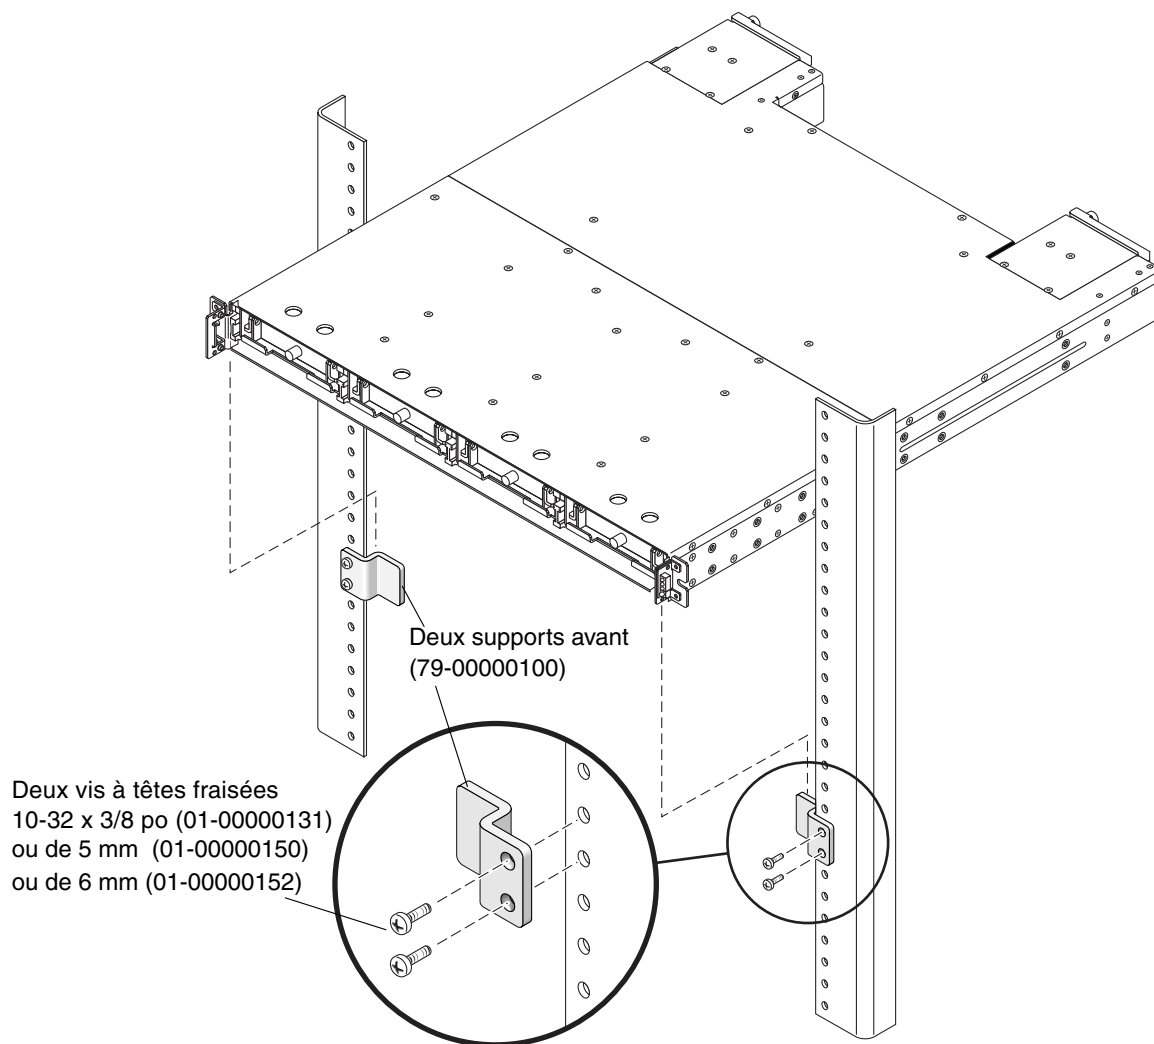

FIGURE 2-3 Emplacement des supports avant à l'avant de l'armoire
a. Fixez chaque support avant sur l'avant de l'armoire (voir FIGURE 2-3).